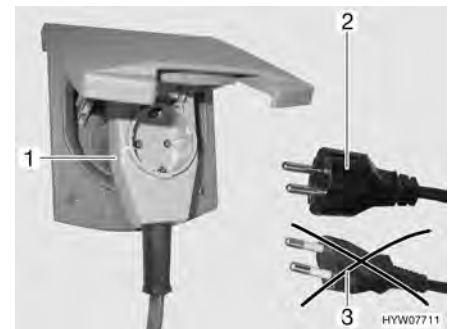

Bild 100 Anslutning till en vinkelkontakt med uttag
► Vid användning av en CEE 17-vinkelkontakt med uttag på baksidan (Bild 100,1) får endast en gummierad och förseglad IP 44-stickkontakt med skyddskontakt (Bild 100,2) användas. Använd inga stickkontakter utan skyddskontakt (Bild 100,3). Risk för strömstötar!